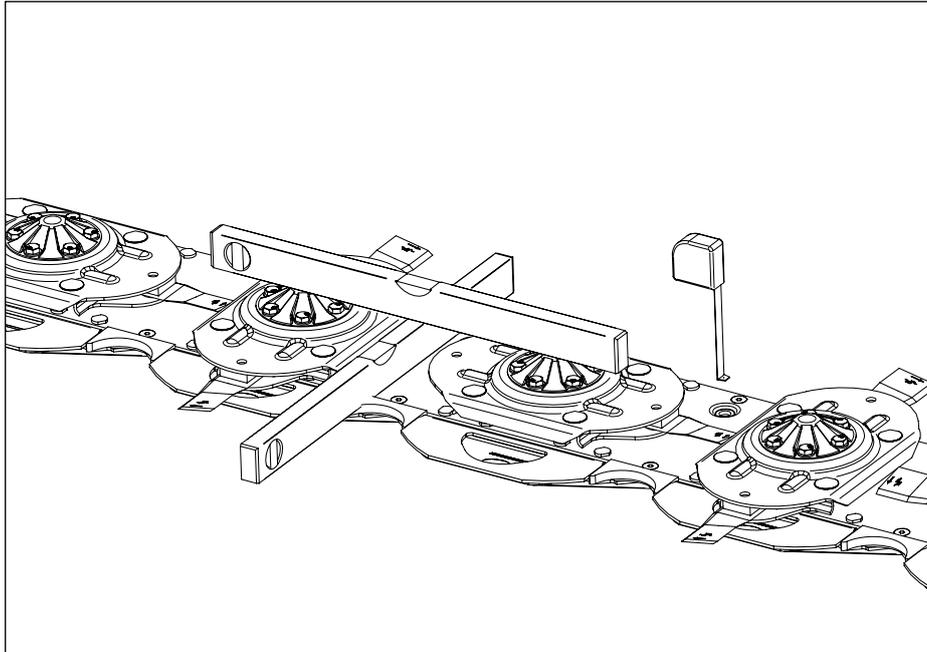

Abb. 4-1
**Abb. 4-1** Den Mähbalken waagrecht stellen, um den Ölstand zu prüfen. Dafür am besten eine Wasserwaage benutzen und sowohl in der Längsrichtung als auch in der Querrichtung messen.
Um die Ölkontrolle zu vereinfachen, empfehlen wir, eine feste "Plattform" zu errichten, worauf man den Mähbalken stützen kann. Die Kontrolle für "waagrechteten Mähbalken" mit Wasserwaage, gemäß Abb. 4-1, braucht dann nicht bei jeder Ölstandkontrolle wiederholt zu werden.